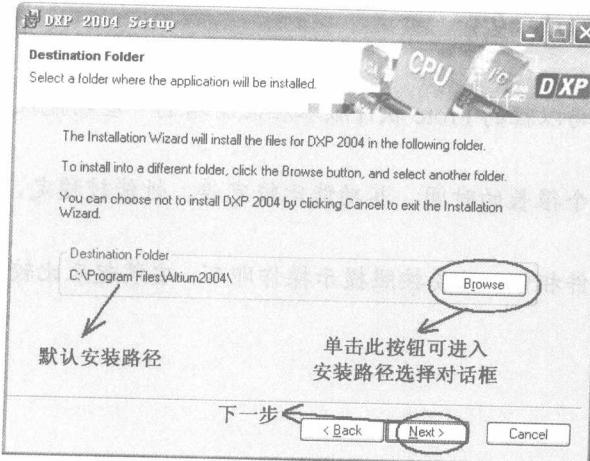
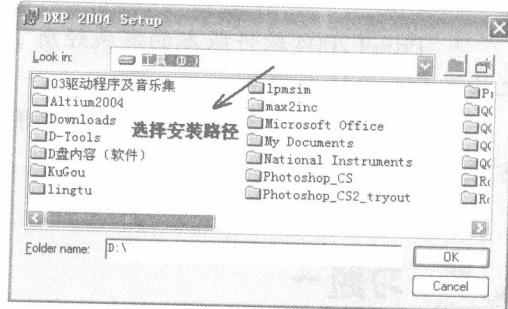
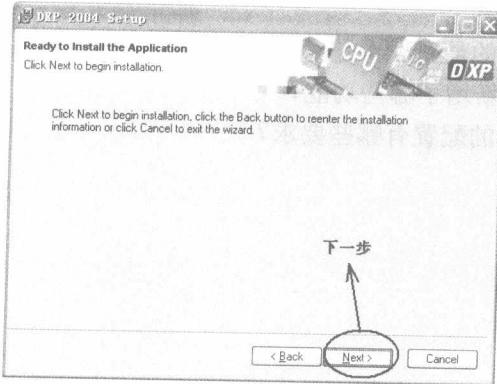

图 1-3-4 软件安装路径对话框
图 1-3-5 选择安装路径对话框
图 1-3-6 准备安装提示界面
- ④ 单击下一步按钮，打开如图 1-3-4 所示的安装路径对话框，默认安装路径为“C:\Program Files\Altium 2004\”。如果需要更改安装路径，可单击【Browse】浏览按钮，出现如图 1-3-5 所示的选择安装路径对话框，在此对话框中选择安装路径。
- ⑤ 选择好安装路径并单击图 1-3-5 中的【OK】按钮后，出现如图 1-3-6 所示的准备安装提示界面。